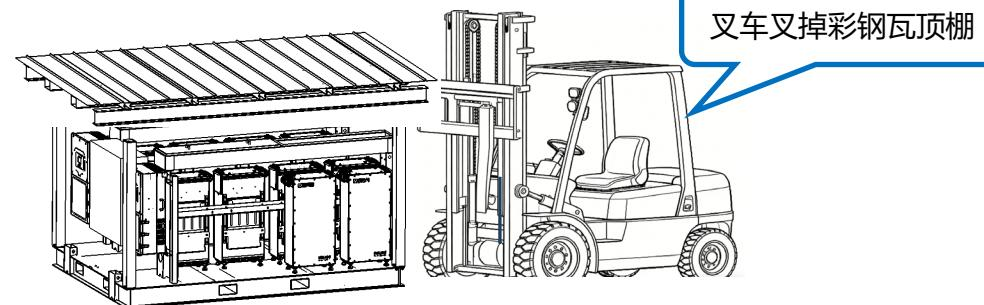

图2
- 2、叉车叉遮阳顶棚上的叉车方管，然后把遮阳棚升起。如图2所示；